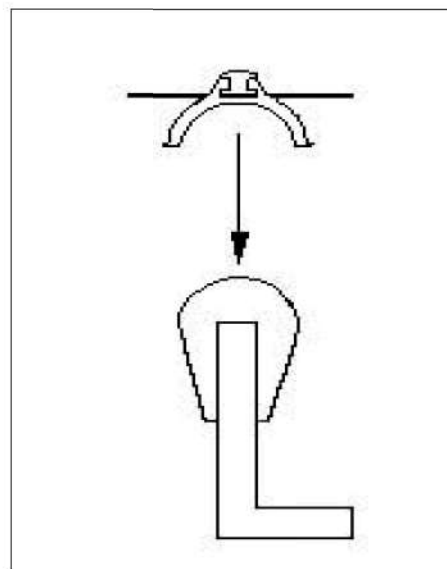

Figure 6.22 - Kussenrubbers
12. Bij het monteren van draadafstandstukken voor harpgaas, moeten ze goed bovenop de zeefkussenrubbers zitten, zoals weergegeven op afb. 6.22.